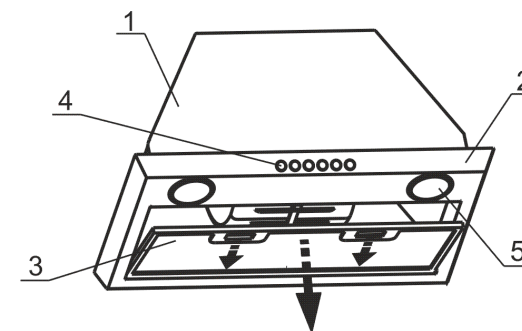

рис. 3
- снимите алюминиевый фильтр (рис. 3);
- снимите алюминиевый фильтр блока, для этого нажмите на пружинные замки на фильтре и потяните его вниз и на себя (рис. 3);